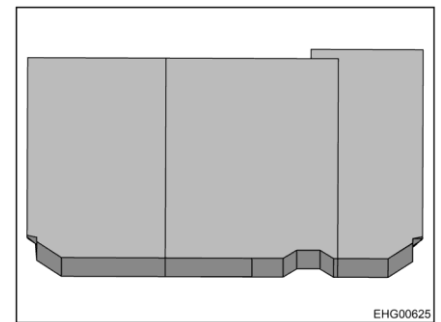

Bild 42 Längsbett nach dem Umbau
- Die Polster wie in Bild 42 dargestellt auf der Liegefläche verteilen.